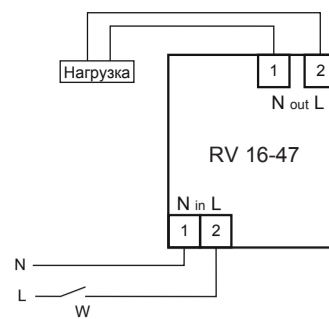

Рис. 2: схема подключения нагрузки мощностью до 2,2 кВт к устройству
- 7.2. Если мощность нагрузки не превышает 2,2 кВт, подключите нагрузку к изделию согласно рис.2. Для этого используйте одножильный или многожильный провод с двойной или усиленной изоляцией сечением, соответствующим мощности нагрузки. Переменное фазное напряжение подается на контакты 1 и 2 устройства. Напряжение может подаваться через выключатель W или напрямую. Нагрузка подключается к контактам 3 и 4 изделия.